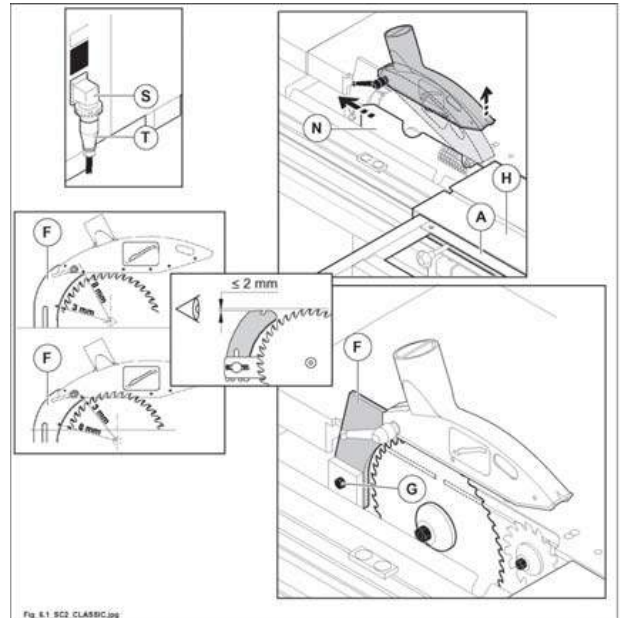

Fig. 6.1
- 2) Posizionare il telaio di squadra (A fig. 6.1) come in figura e traslare il carro vagone (H fig. 6.1) tutto a destra.
- 3) Aprire la protezione (N fig. 6.1).
- 4) Regolare la posizione in altezza del coltello divisore (F fig. 6.1) allentando il dado (G fig. 6.1).